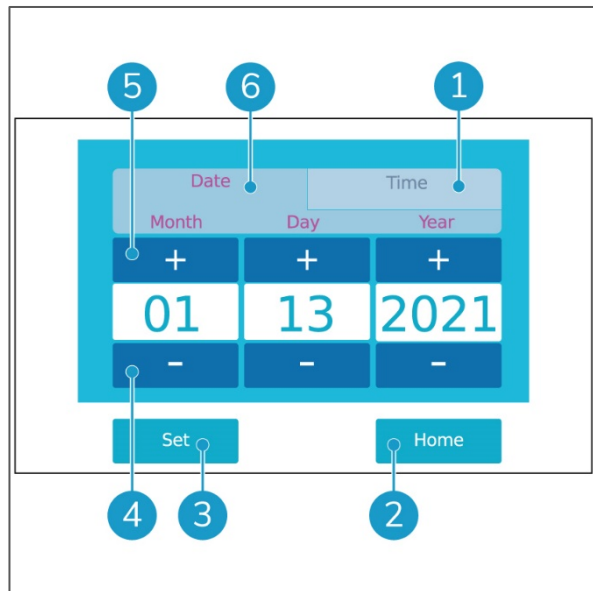

Figura 21
2. Si apre la panoramica di data e ora (Figura 21).
Ora; tocca la scheda Ora (Figura 21, pos 1);
Data; tocca la scheda Data (Figura 21, pos 6).
4. Utilizza i pulsanti più (Figura 21, pos 5) e meno (Figura 21, pos 4) per regolare la data e l'ora secondo necessità.
5. Tocca il pulsante Imposta (Figura 21, pos 3) per confermare la nuova data o ora.
6. Tocca il tasto Home (Figura 21, pos 2) per tornare alla schermata principale.